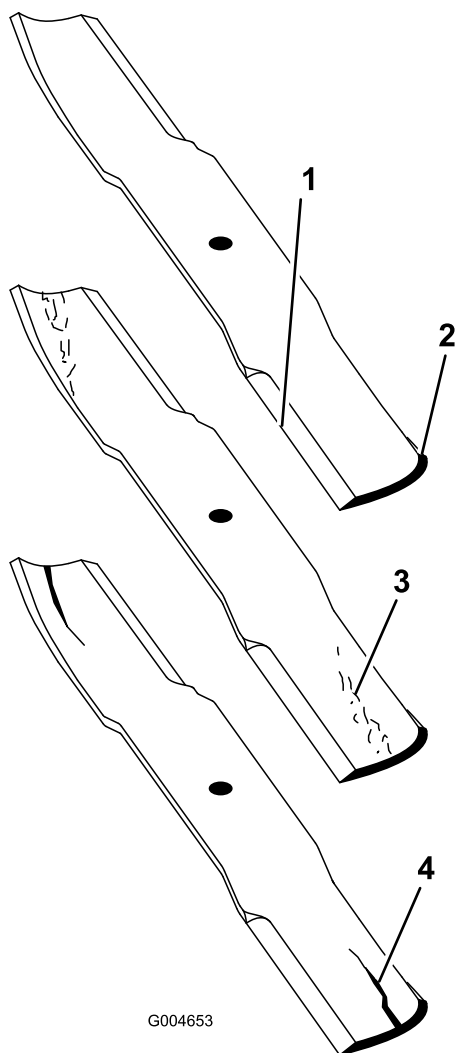

Figura 91
2. Examine cuidadosamente los extremos de corte de la cuchilla, sobre todo en el punto de reunión entre la parte plana y la parte curva de la cuchilla (Figura 91).
Nota: Puesto que la arena y cualquier material abrasivo pueden desgastar el metal que conecta las partes curva y plana de la cuchilla, compruebe la cuchilla antes de utilizar el cortacésped. Si se aprecia desgaste (Figura 91), cambie la cuchilla.